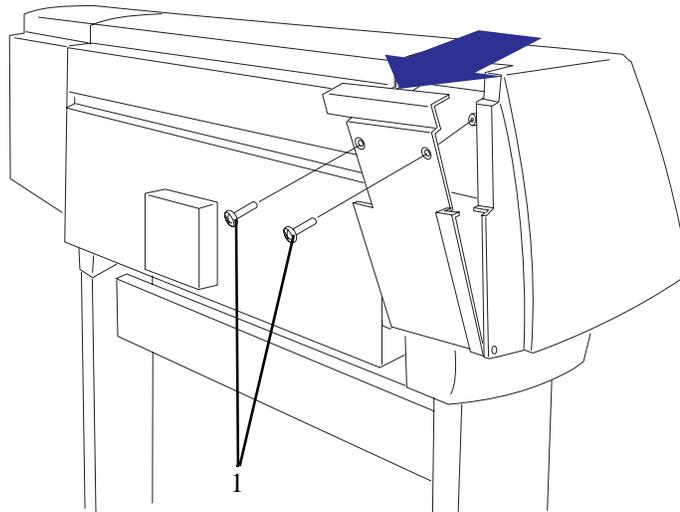
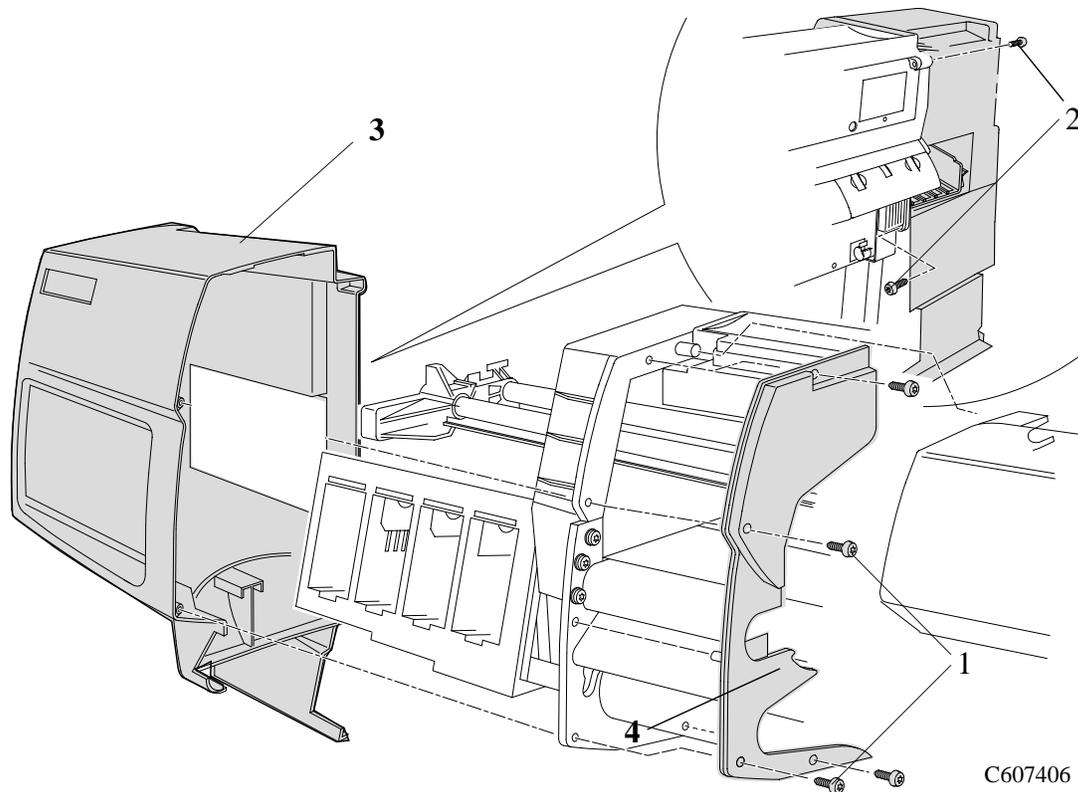

Figura 8: "Cover" del Lado Izquierdo
Figura 15: "Cover" del Lado Izquierdo
Consulte de la Figura 8 a la Figura 15.
1. Abra la puerta en la parte posterior del "cover" del lado izquierdo quitando los dos tornillos T-15 (item 1) (Consulte la Figura 8).
En los siguientes pasos, consulte la Figura 15.